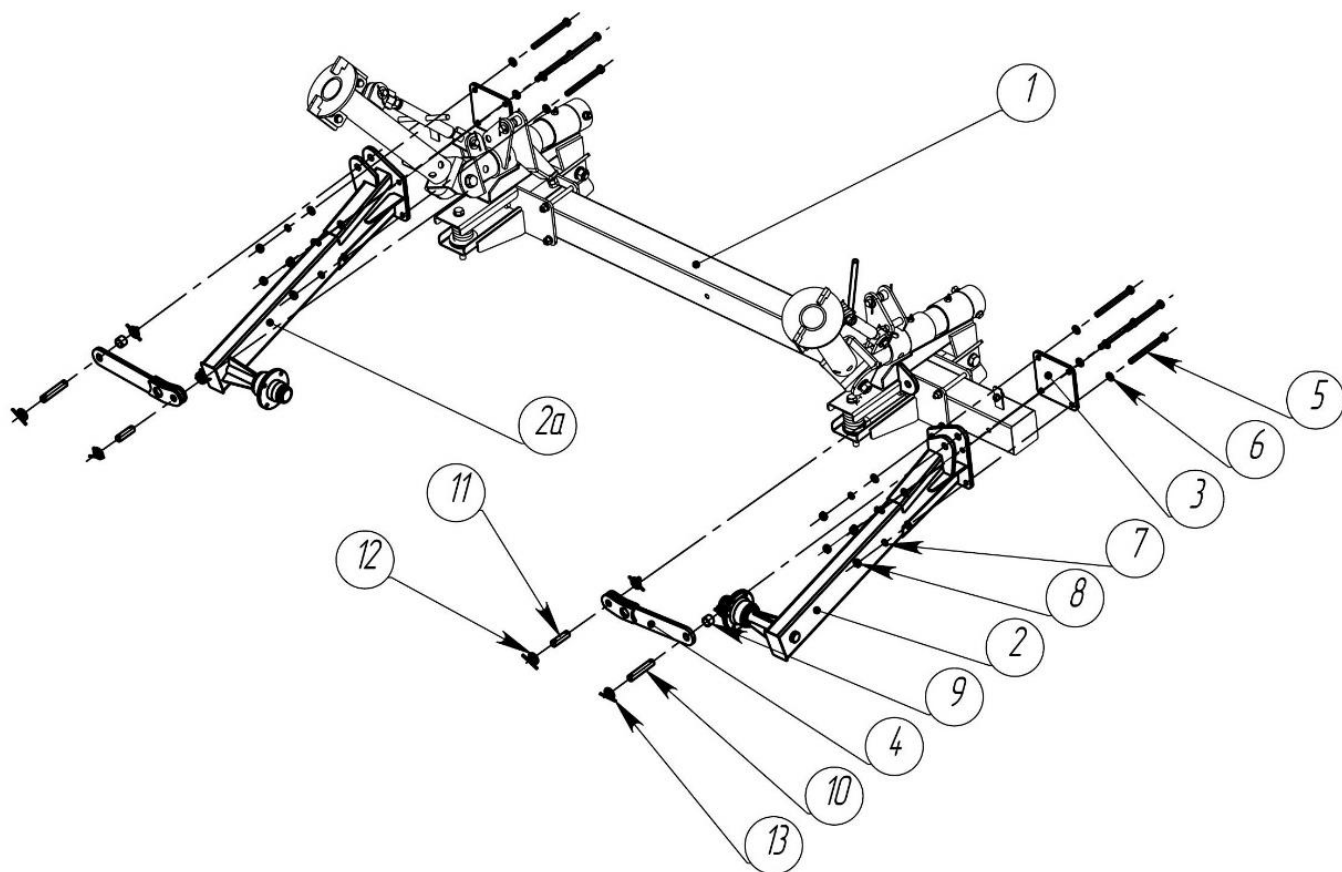
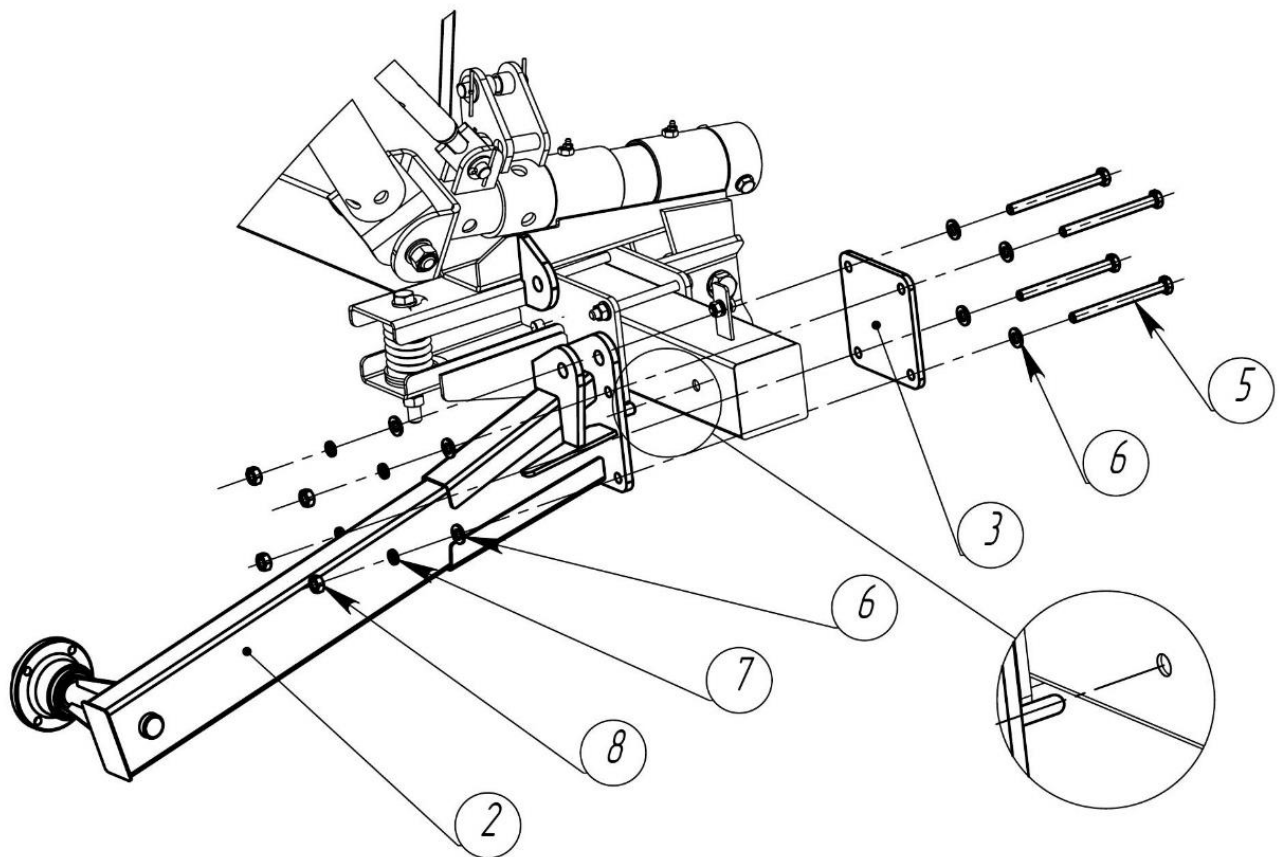

Рисунок 7 – Установка опорной балки колеса (Общий вид)
Рисунок 7.1 – Установка опорной балки колеса
Установить поперечную балку 1 (Рисунок 7) на подставки. Совместить штырек опоры колеса (2) и отверстие балки (1) как показано на (Рисунок 7.1) с обратной стороны приложить основание (3) после чего закрепить их с помощью четырех болтов М12×140 (5), шайб (6), пружинных шайб (7) и гаек (8). Момент затяжки: гайки М12 - 79 Нм. Момент затяжки болта М12 115 Нм.